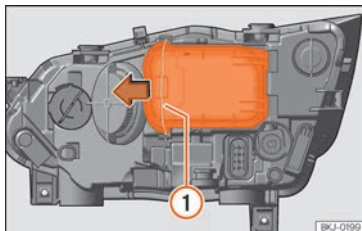

Fig. 55 En el vano motor: retirar la tapa.
- Desplace el tirante »» **fig. 55** ① en el sentido de la flecha y saque la tapa.